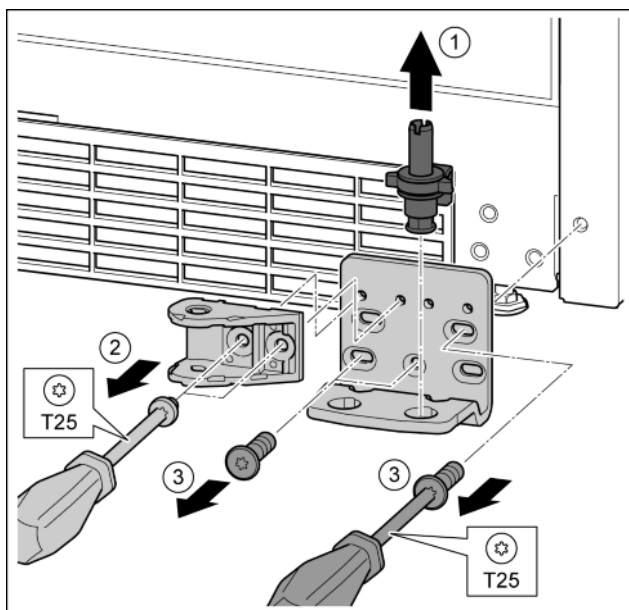

Fig. 29
- ▶ Kompletną płytkę zawiasu wyjąć w górę. *Fig. 29 (1)*
- ▶ Śruby wykręcić przy pomocy śrubokręta T25 i zdjąć płytkę zawiasu *Fig. 29 (2)*
- ▶ Śruby wykręcić przy pomocy śrubokręta T25 i zdjąć płytkę zawiasu. *Fig. 29 (3)*